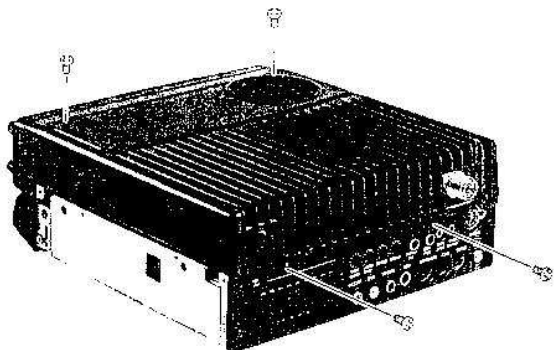

Figura 4: Quitar la tapa superior
- ☐ Coloque el transceptor con la tapa superior hacia arriba, y quite los cuatro tornillos indicados en la Figura 4.
- ☐ Coloque la tapa superior (radiador de calor) nuevamente guiando el cable que tiene la franja azul clara, alrededor de la esquina posterior izquierda del chasis (visto desde atrás), y coloque los cuatro tornillos cuidando de no pellizcar ningún cable, como se ve en la Figura 4.